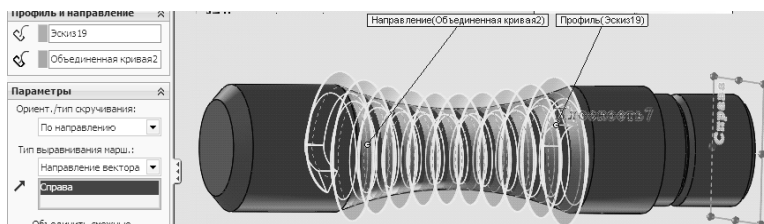

Рисунок 4.17
28. Поверніть деталь в положення ізометрії → на панелі інструментів «Элементы» оберіть **Бобышка/Основание по траектории** → в PropertyManager у вікні **Профиль и направление** оберіть новоутворений ескіз як профіль, а об'єднаний профіль як напрямок; у вікні **Параметры** оберіть тип вирівнювання маршруту за напрямком вектору в дереві конструювання оберіть праву площину (рис. 4.17) → ОК.